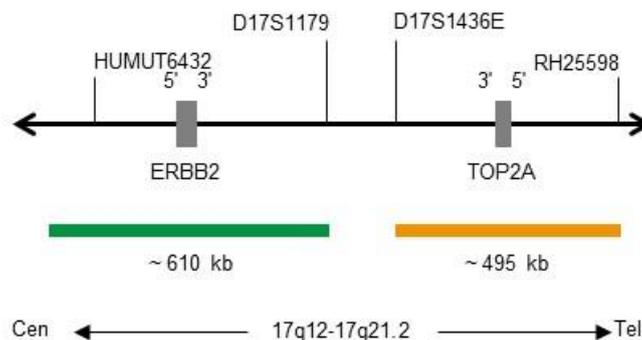

Abb. 1: SPEC ERBB2/TOP2A Sondenlokalisierung (nicht maßstabsgetreu)
- ZyGreen (Anregung 503 nm/Emission 528 nm) markierten Polynukleotiden (~10,0 ng/μl), die gegen Sequenzen in 17q12-q21.1* (chr17:37,572,531-38,181,308) gerichtet sind, welche die ERBB2-Genregion enthalten (siehe Abb. 1).
- ZyOrange (Anregung 547 nm/Emission 572 nm) markierten Polynukleotiden (~4,5 ng/μl), die gegen Sequenzen in 17q21.1-q21.2* (chr17:38,323,741-38,818,030) gerichtet sind, welche die TOP2A-Genregion enthalten (siehe Abb. 1).